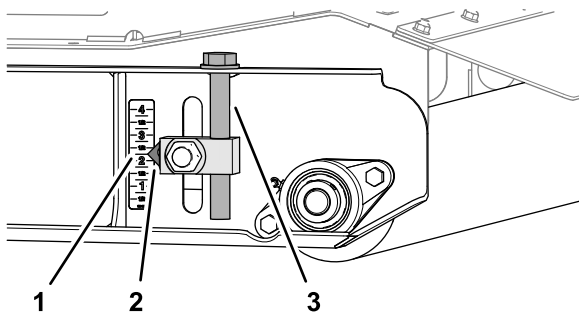

Figura 77
5. Nel rullo posteriore, sollevate i regolatori dell'altezza di taglio di sinistra e destra alla tacca di 5,7 cm sull'adesivo (Figura 77).